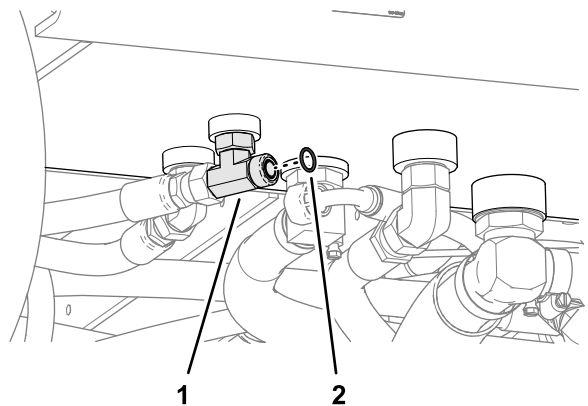

Figura 132
5. Retire la junta tórica de la cara del acoplamiento en T del depósito hidráulico (Figura 132).
6. Instale una junta tórica nueva de 12.4 mm/1.8 mm (0.489"/0.070") en la ranura del acoplamiento en T (Figura 132).